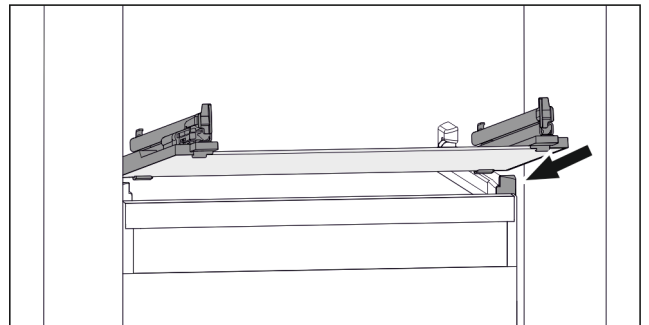

Fig. 168 Beispielhafte Darstellung der Glasplatte
- ▶ Glasplatte schräg hinter den Stopperr aufsetzen. (siehe Fig. 168)